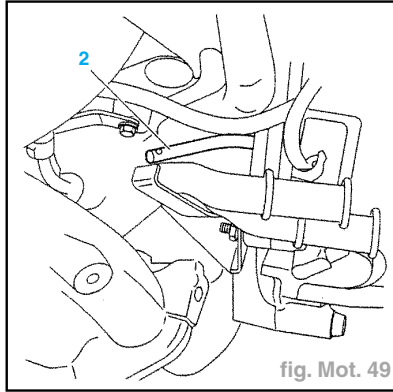

fig. Mot. 49
- Mettre en place la pige volant-moteur (fig. Mot. 49).